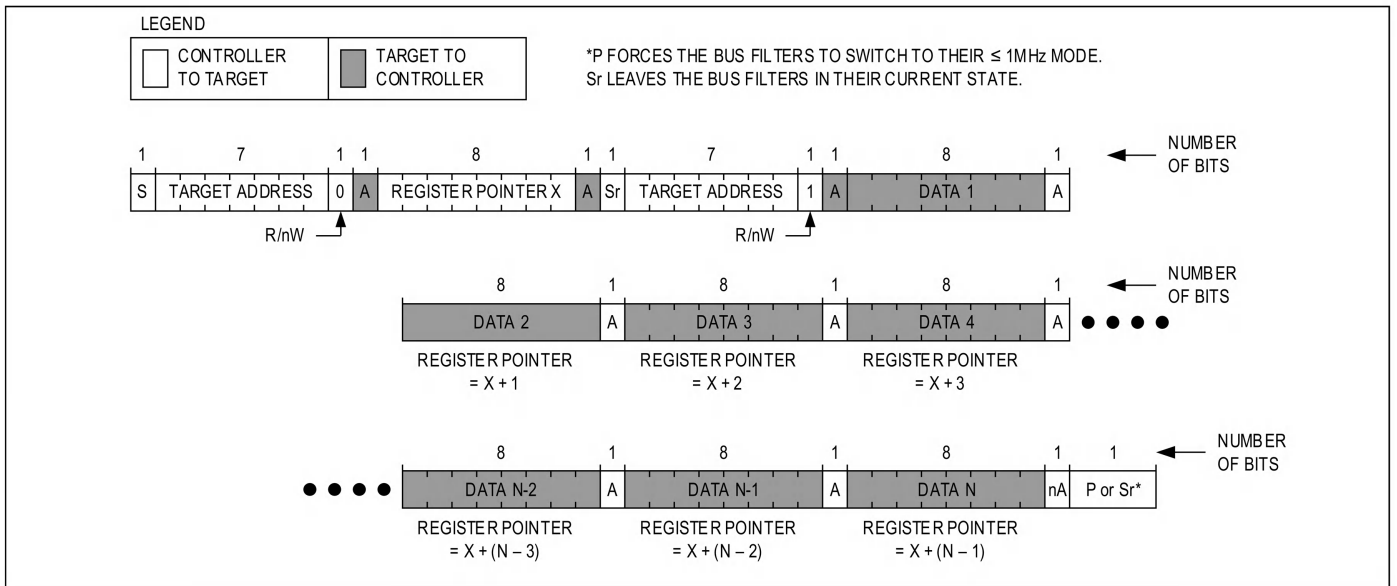

図 14. 連続する複数レジスタからの読出し
図 14 に、連続する複数レジスタからの読出しプロトコルを示します。このプロトコルは「バイト読出し」プロトコルに似ていますが、コントローラ・デバイスが ACKNOWLEDGE (A) を発行し、ターゲット・デバイスに対して更にデータが必要であることを知らせる点が異なります。コントローラ・デバイスが必要なデータをすべて取得すると、NOT-ACKNOWLEDGE (nA) とストップ条件 (P) を発行して送信を終了します。